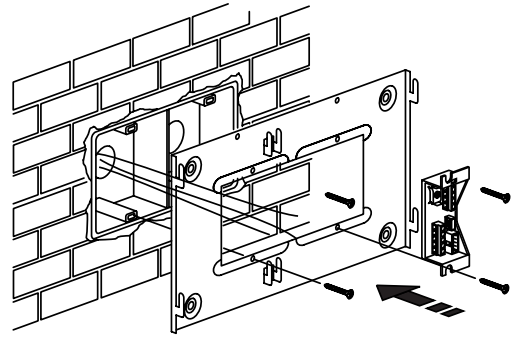

Fig. 2
- Fig. 2 - Togliere i tappi di protezione fori dalla scatola e fissare la staffa Art. 7145 con le 4 viti a corredo.
- Fig.2 - Oter les bouchons d'obturation des trous du boîtier et fixer la plaque d'ancrage Art.7145 avec les 4 vis fournies.
- Fig. 2 - Quitar los tapones de protección foros de la caja y fijar el soporte Art. 7145 con los 4 tornillos provisto con el embalaje.